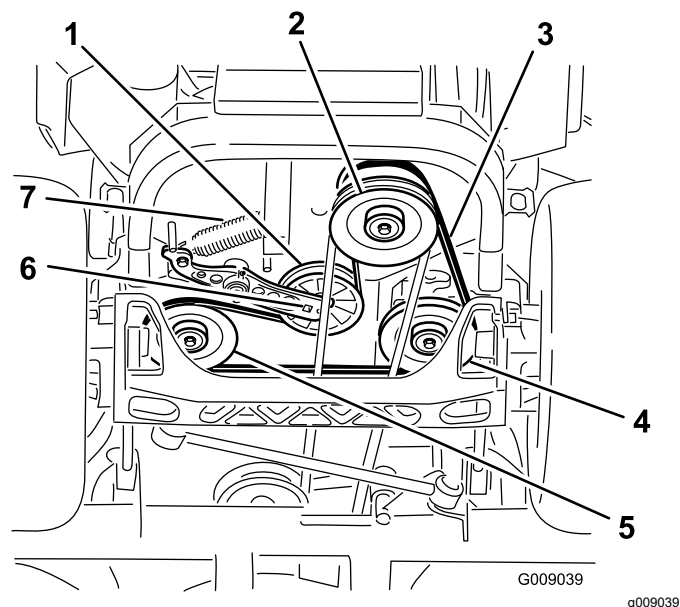

Figure 85
4. Soulevez la machine sur des chandelles (Figure 85).
5. Insérez un rochet dans le trou carré du bras de la poulie de tension pour déposer le ressort de la poulie de tension (Figure 85).
6. Décrochez le ressort de tension sur le cadre (Figure 85).
9. Insérez un rochet dans le trou carré du bras de tension pour installer le ressort de la poulie de tension sur le cadre (Figure 85).